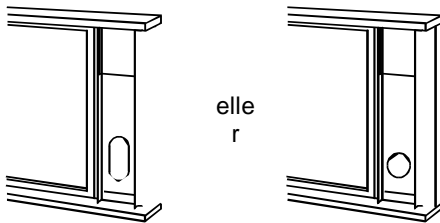

Fig.14
3. Skær skumpakningen (selvklæbende type) til den korrekte længde, og påsæt den på toppen af vinduet. Vist som i Fig.14.